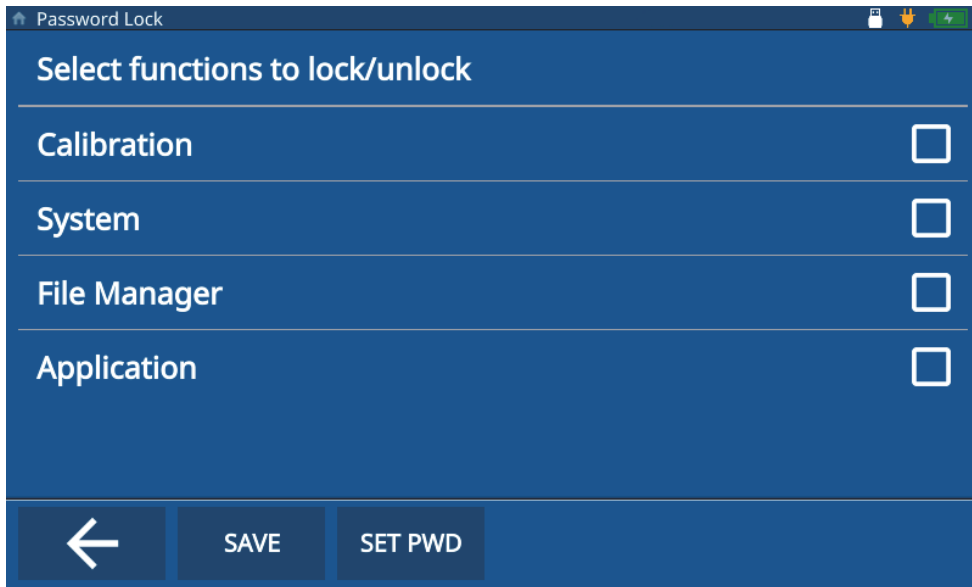

Figura 8-1 Schermata di blocco dello strumento
La schermata Password Lock (blocco password) [vedi Figura 8-1 a pagina 76] permette di bloccare le seguenti funzioni:
4. Selezionare le funzioni da bloccare selezionando le caselle pertinenti (vedi Figura 8-1 a pagina 76).